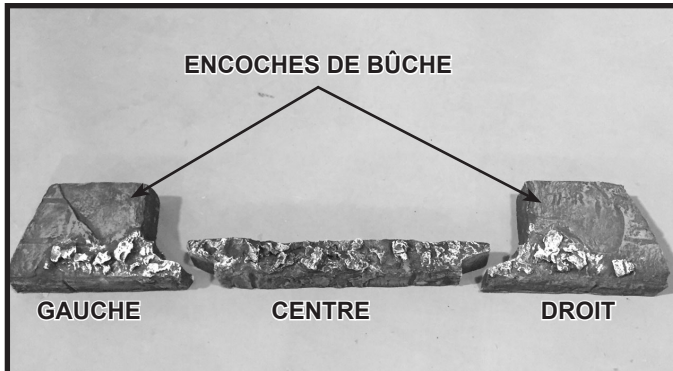
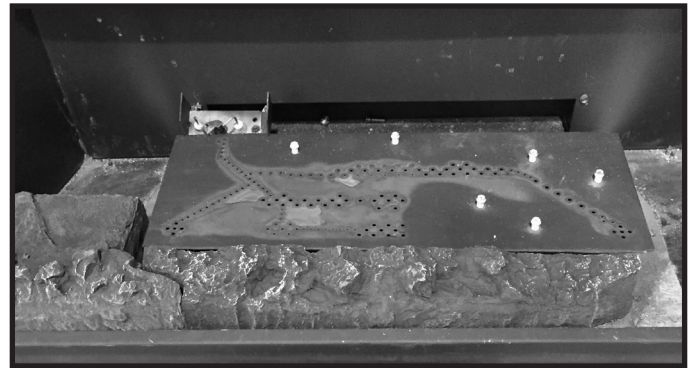
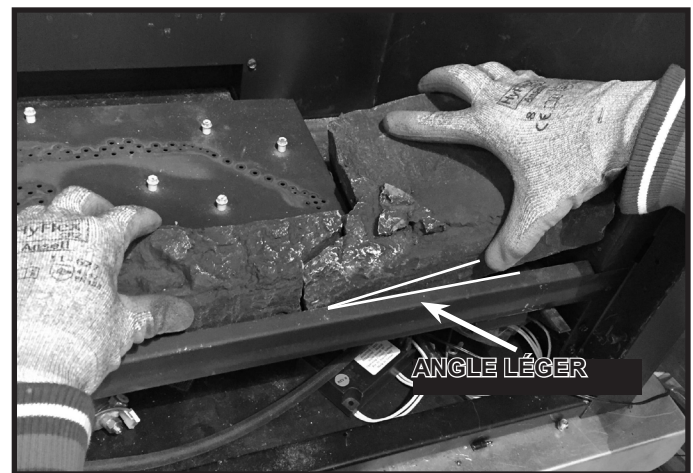

Figure 11.2 Composants de l'âtre
Figure 11.4 Installer le composant de l'âtre central
Figure 11.5 Soulever le composant de l'âtre central tout en plaçant le composant de l'âtre de droite
Les composants de l'âtre de gauche, du centre et de droite sont emballés dans une boîte distincte, expédiée à l'intérieur de la boîte à feu. Les trois composants de l'âtre sont montrés à la figure 11.2.
1. Disposez le composant de l'âtre de gauche, comme il est indiqué à la figure 11.2. Placez-le comme il est indiqué à la figure 11.3 en assurant que la bordure extérieure entre fermement en contact avec le côté de la boîte à feu et que la bordure avant entre en contact avec la lèvre avant de la boîte à feu. Poussez doucement vers le bas sur l'encoche afin de forcer le bas du composant de l'âtre pour s'engager les bouts de vis sur le bas de la boîte à feu.
2. Localisez le composant de l'âtre du centre comme il est indiqué à la figure 11.2 et l'installez à côté du composant de l'âtre gauche, comme il est indiqué à la figure 11.4.
3. Disposez le composant de l'âtre de droite, comme il est indiqué à la figure 11.2. Installez le composant de l'âtre de droite en pointant son bout de gauche à un léger angle, comme il est indiqué à la figure 11.5. Lorsque l'extrémité droite de la pièce centrale et le bout du composant de l'âtre de droite s'engagent, placez-les doucement en position. Poussez vers le bas sur l'encoche du composant de l'âtre de droite pour engager les bouts de vis du bas de la boîte à feu.